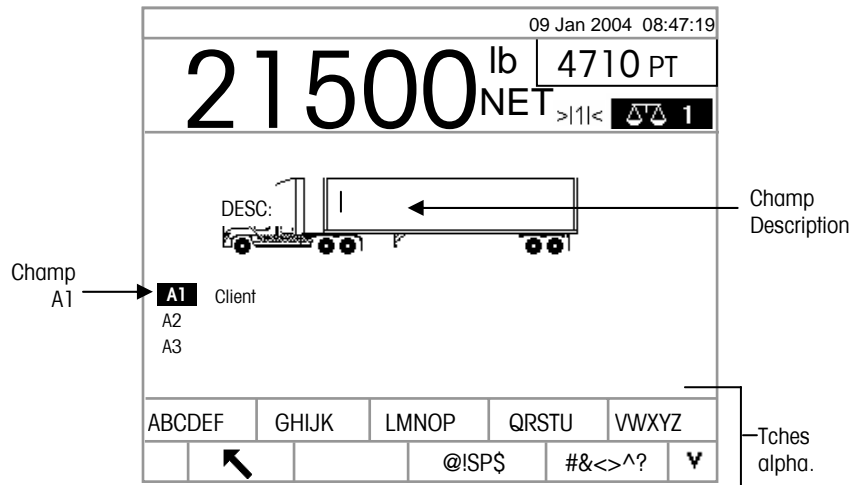

Figure 2-12 : Invite d'ID de pesage transitoire
2. Une invite s'affiche avec un curseur dans le champ de description. Les touches programmables et celles d'application deviennent des touches alphabétiques (voir Figure 2-12).